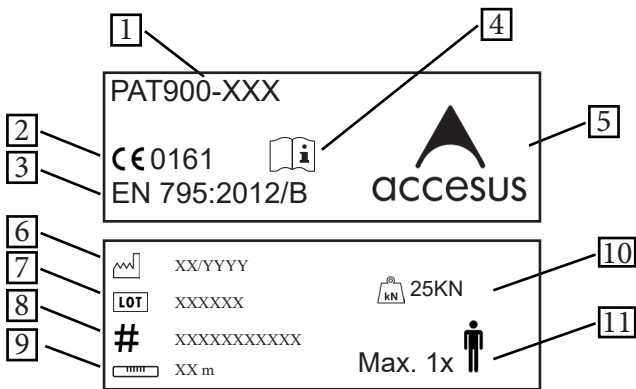

Fig. 2
11. Número de personas que pueden utilizar al mismo tiempo el equipo: 1 persona (ver Fig.2)
- (see Fig.2)